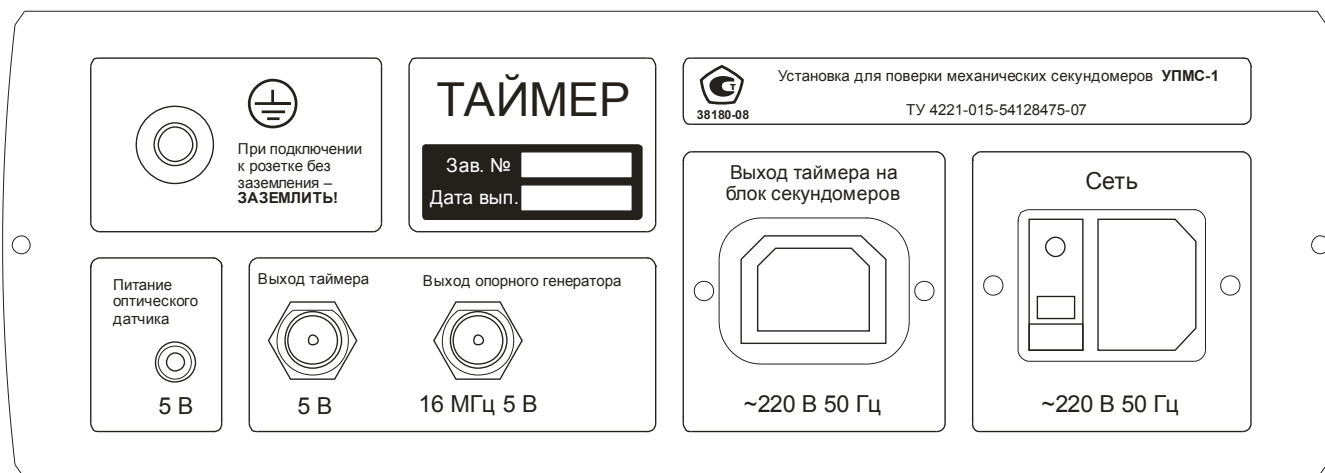

Рис. 3. Задняя панель УПМС-1.
1.4.9 На задней панели таймера (рис. 3) расположены: